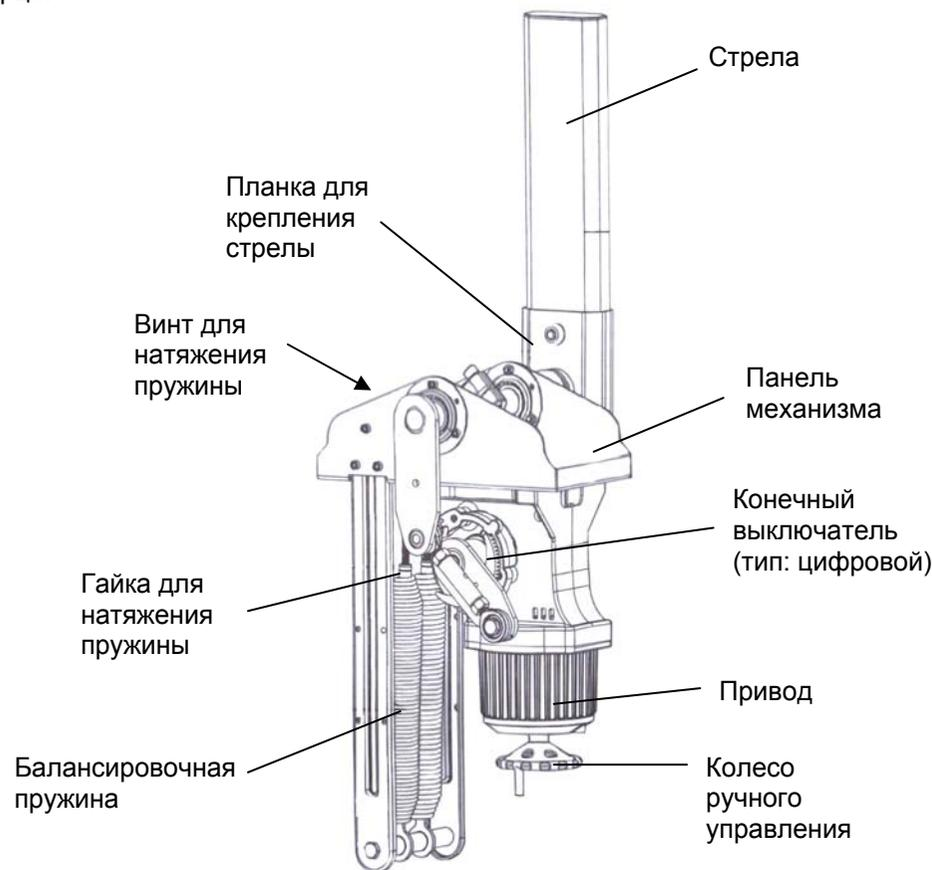

Рис. 11 – Механизм балансировки R2000
- вращая, колесо ручного управления (см. рис. 11) установить стрелу в КНП или КВП;
- отрегулировать натяжение пружины, вращая винт регулировки натяжения пружины (см. рис. 11) по часовой стрелке (увеличивая натяжение) или против часовой стрелки (уменьшая натяжение);